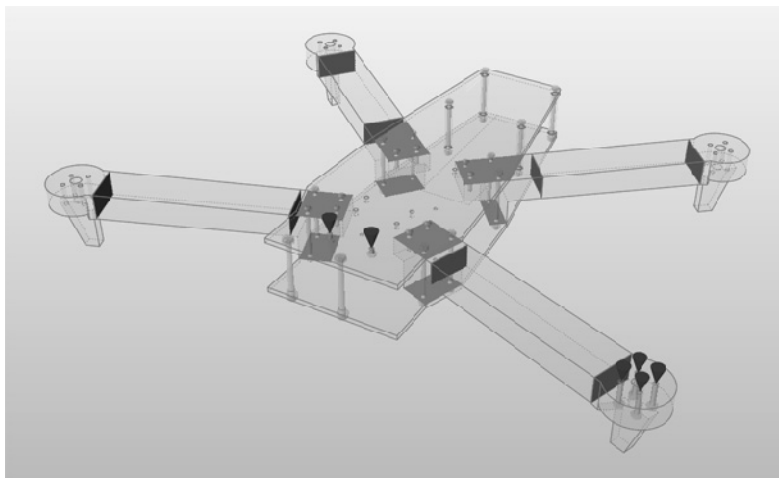

图 11-28
2) 注意：现在，零件上使用螺栓进行连接的位置变成了绿色，表示这些地方是接触而不是绑定接触，如图 11-28 所示。